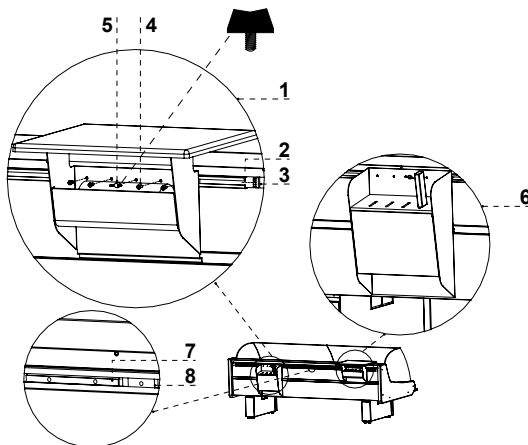

Rys.11 Panel sterowania
- Załączyć przycisk wyłącznika głównego Rys.11/1 (str.7), co spowoduje załączenie termostatu, a następnie agregatu urządzenia
- Na panelu termostatu Rys.11/3 (str.7) ustawić temperaturę (szczegóły obsługi na str.12 lub 13)
- Załączyć przycisk oświetlenia Rys.11/2 (str.7)